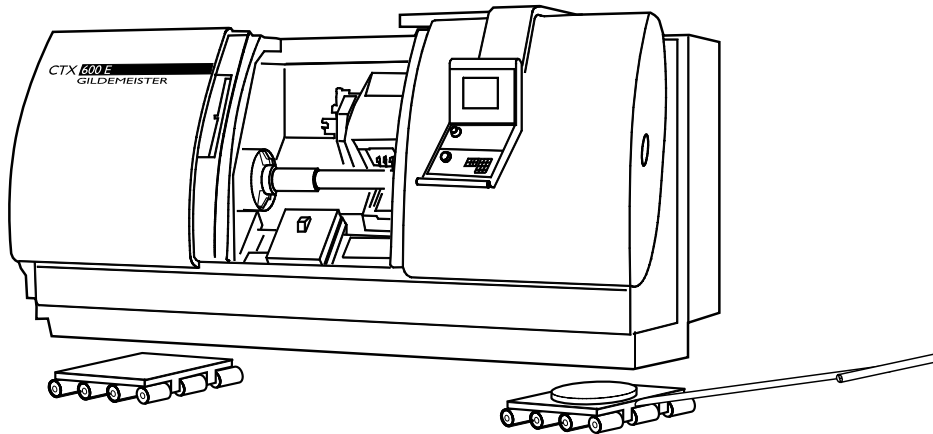

Abbildung 1-5
- Plazieren Sie die Panzerrollen **ohne Lenkmöglichkeit an der linken Stirnseite** der Maschine (siehe Abbildung 1-5).
- Plazieren Sie die Panzerrolle **mit Lenkmöglichkeit an der rechten Stirnseite** (siehe Abbildung 1-5).
- Plazieren Sie die **Panzerrollen ohne Lenkmöglichkeit** an der linken Stirnseite der Maschine (siehe Abbildung 1-5.).
- Plazieren Sie die **Panzerrolle mit Lenkmöglichkeit** (siehe Abbildung 1-5).